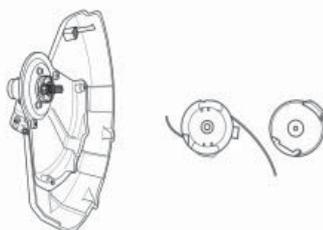

Fig. 24
- Suivre les étapes en sens inverse pour installer une nouvelle tête de désherbage (Fig. 24).